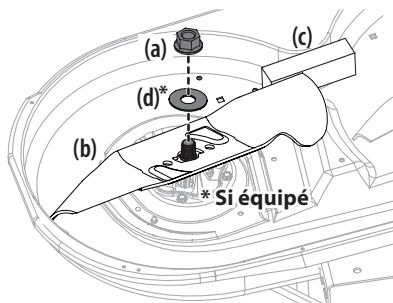

Figure 51
2. Utilisez une clé de 15/16 po pour maintenir l'écrou hexagonal au sommet de l'ensemble de la fusée en desserrant l'écrou hexagonal (a) et la rondelle (d)* retenant la lame (b). Vous pouvez placer une cale en bois (c) entre le carter du plateau de coupe et le tranchant de la lame (b) pour aider à débloquent l'écrou hexagonal (a) et la rondelle (d)* retenant la lame. Consultez la Figure 51.
3. Lorsque vous réinstallez les lames, assurez-vous de ce qui suit (consultez la Figure 51):